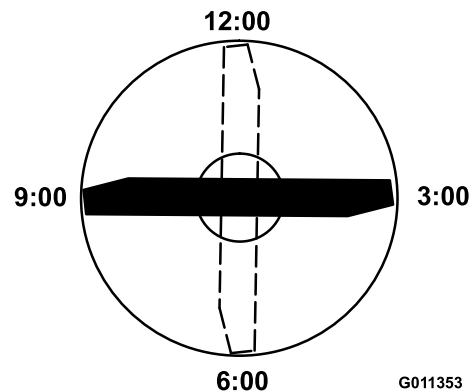

図 127
4. ブレードの印の付いているほうの端部を12時の位置車両進行方向に向け 図 127、作業台の表面からブレードの切っ先までの高さを測定する。
5. 印の付いている端部を3時の位置と9時の位置に向けて 図 127 それぞれ高さを測定する。